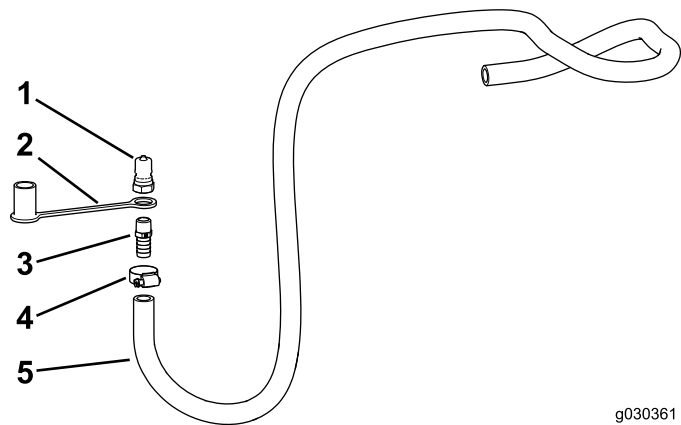

Figure 28
2. Vissez le raccord droit ($\frac{3}{8}$ NPT x $\frac{5}{8}$ cannelé) sur le raccord mâle (Figure 28).
4. Placez le bouchon protecteur par-dessus l'extrémité cannelée de l'ensemble (Figure 28).